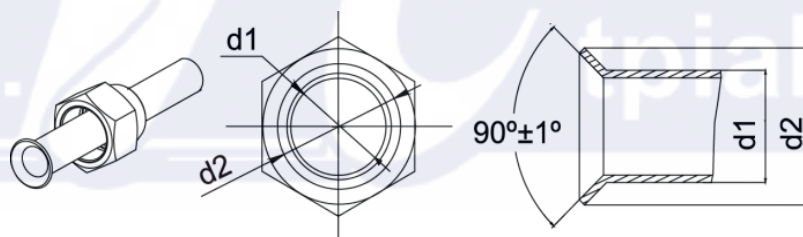

Fig. 8
- (4). Kontrollera att ytorna är jämnt fördelade och utan sprickor (see Fig. 8).